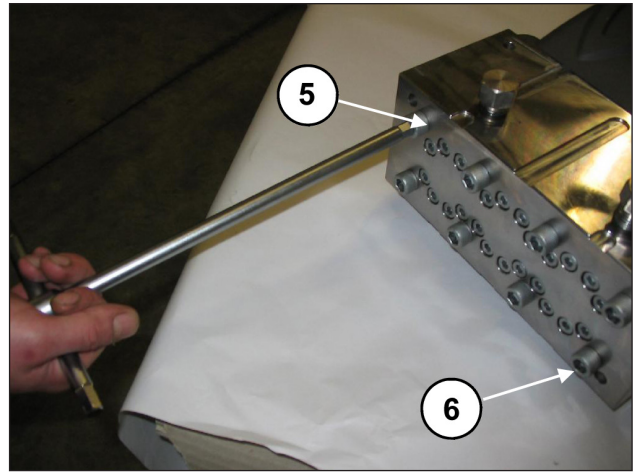
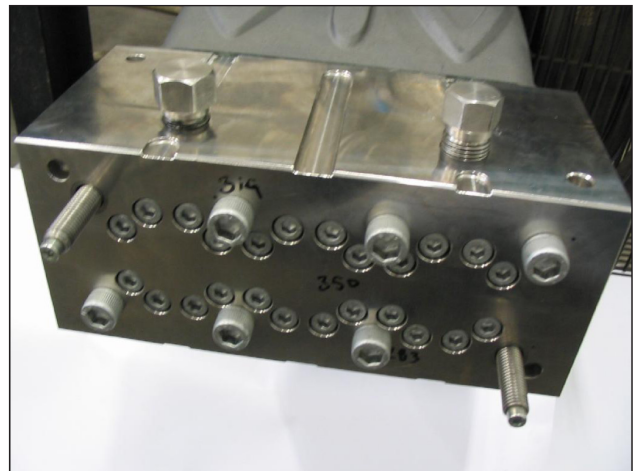

Fig. 35
Fig. 36
- Desparafuse os parafusos de fixação do cabeçote M12x210 nº 5 e nº 6, conforme indicado na Fig. 35, substituindo-o por dois parafusos-tomadas de serviço (cód. 27508200) como indicado em Fig. 36, e depois retire os demais parafusos.